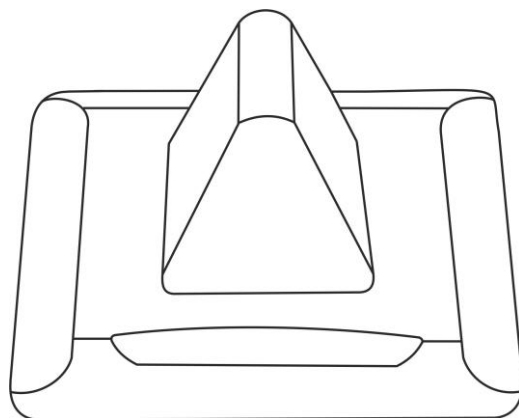

Рисунок 5.28. Радиоконтроллер со встроенной лампой МР-211W4
2. Радиоконтроллер со встроенной лампой МР-211W4 (рис.5.28).